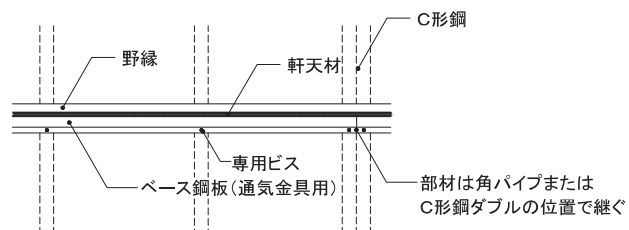

図1 ベース鋼板(通気金具用)の施工位置
- 軒天下にベース鋼板(通気金具用)を取り付けてください。(図1、2参照)